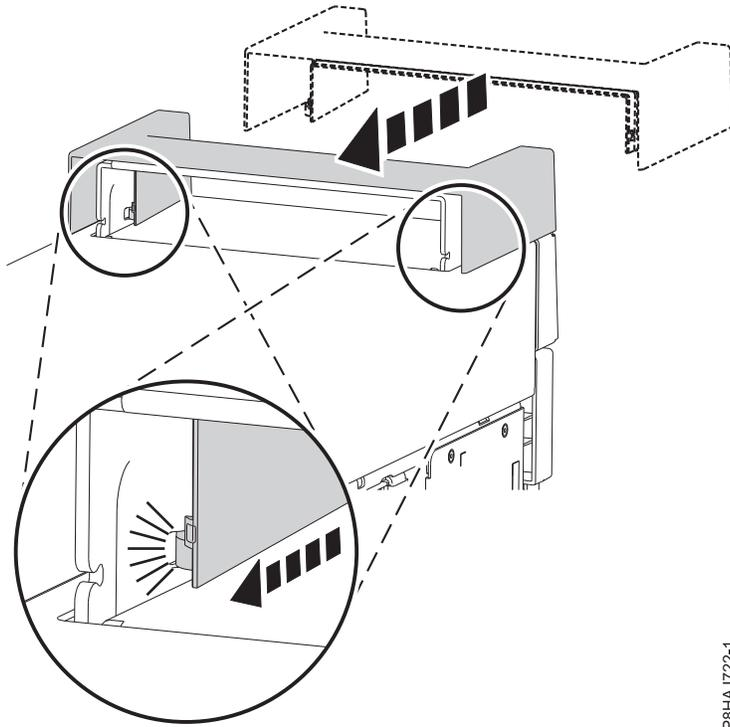

Abbildung 37. Befestigen der Griffabdeckung bei einem Standalone-System vom Typ 8286-41A
1. Befestigen Sie die Griffabdeckung an der internen RDX-Andockstation (FC EUA3), indem Sie sie in Richtung der Rückseite des Systems schieben. Siehe Abb. 37.